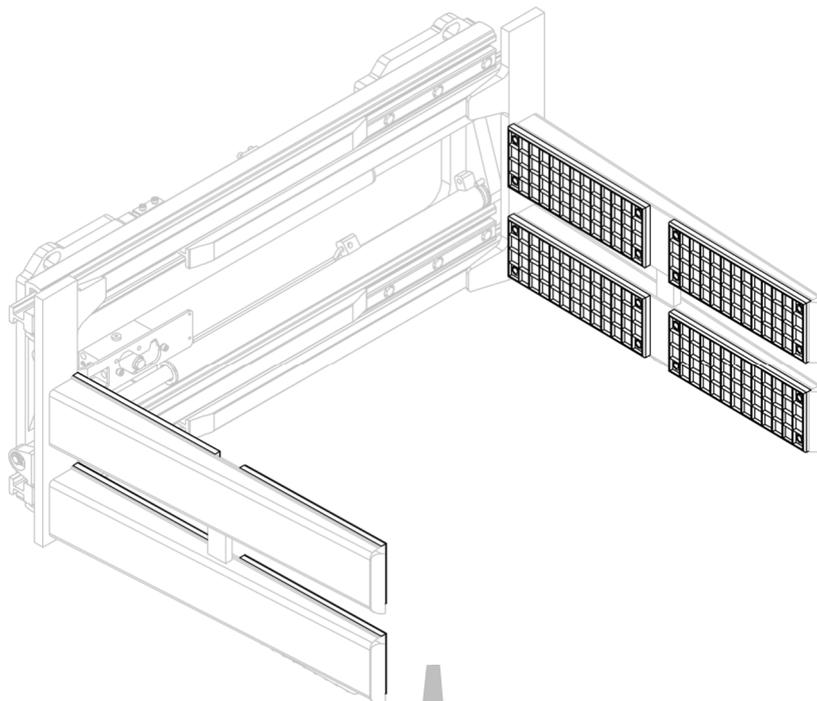
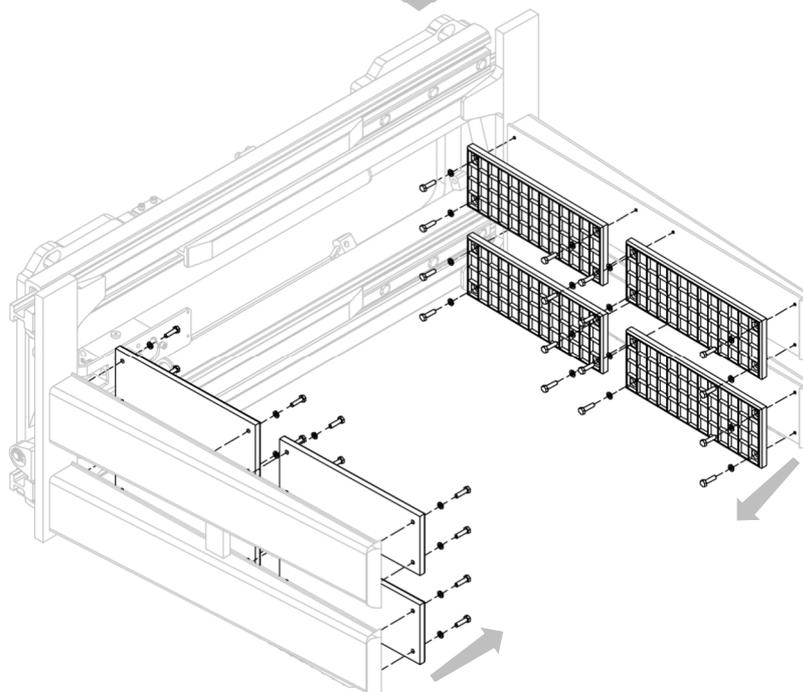

Figure 31
Figure 32
3. Retirer les plaques en caoutchouc des fourches après avoir retiré les vis correspondantes (voir *Figure 31* et *Figure 32*).